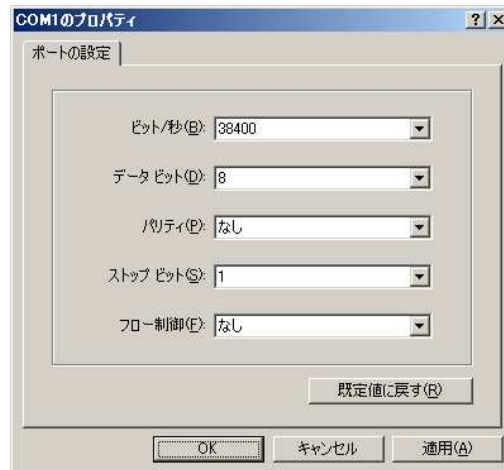

図 8.8
- d) 次に「ポートの設定」を以下の通り設定し、「OK」ボタンを押します。(図 8.8)